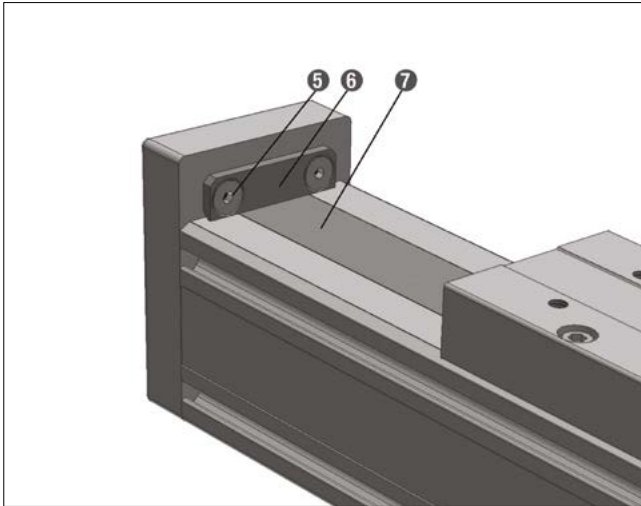
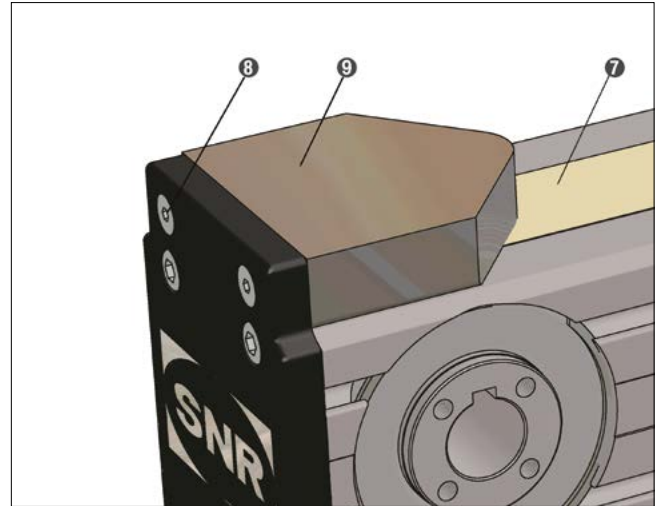

Bild 4.14 ____ Abdeckbandbefestigung Spindelachsen
Bild 4.15 ____ Abdeckbandbefestigung Zahnriemenachsen
2. Bei Linearachsen mit Spindeltrieb (Bild 4.14) die Schrauben der Bandklemmung **3** und **5** demontieren und die Bleche zur Bandklemmung **4** und **6** entfernen. Bei Linearachsen mit Zahnriemenantrieb (Bild 4.15) die Befestigungsschrauben der Endlagendämpfer **8** demontieren und die Endlagendämpfer **9** entnehmen.